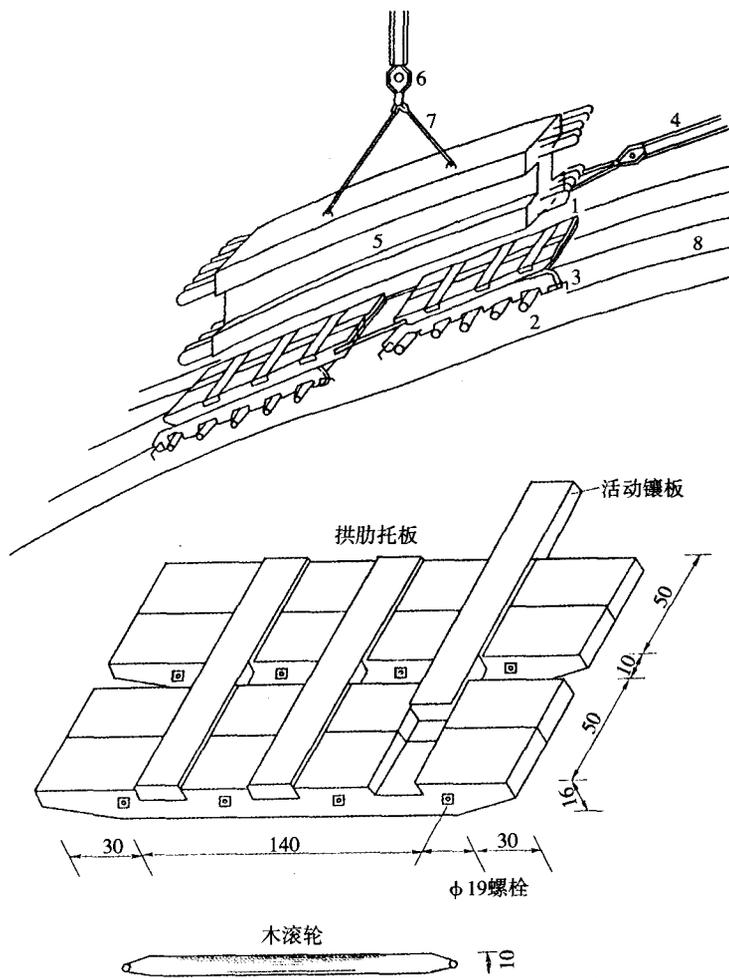
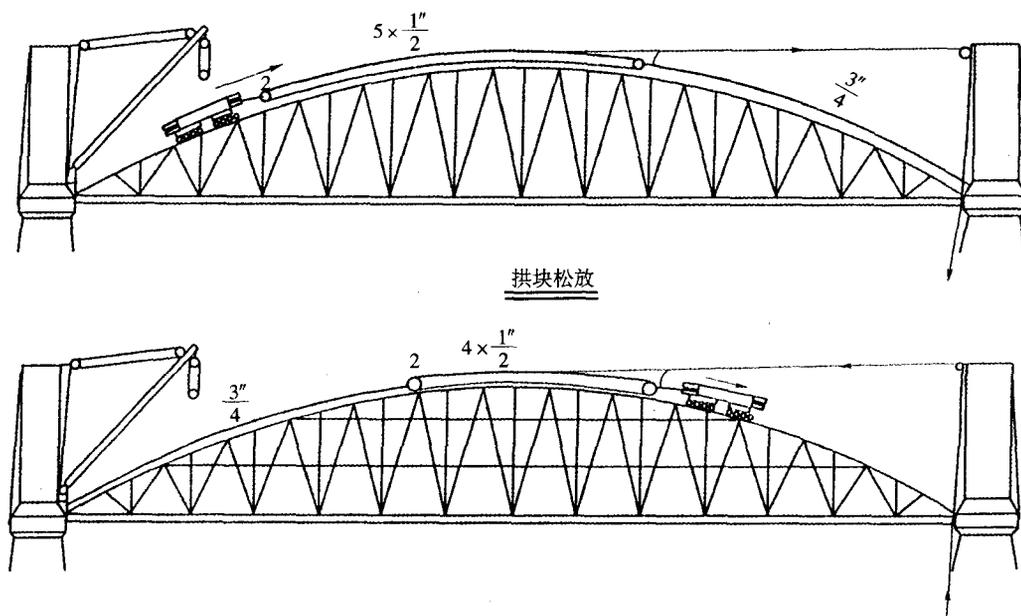

图21 拱肋块拖拉上托板图 (尺寸单位: cm)
图22 拱肋块拱架上拖拉图
(4) 以拖拉索具组拉动托板滚轮，将构件拖向拱顶，再掉向反向索具组，将构件放置在安装位置，见图21、图22。
(5) 用人字扒杆吊起构件后，撤去托板滚